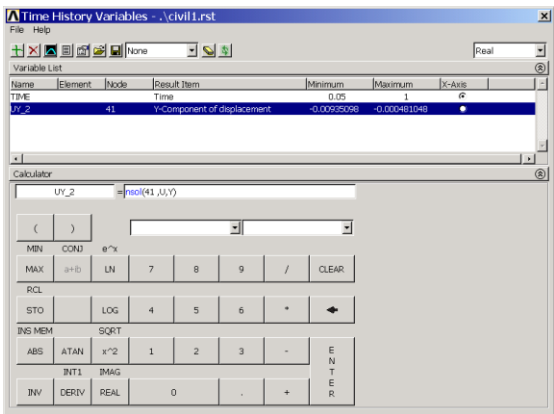

图7.4 定义生成的变量
(6) 接着会回到【Time History Variables】对话框，如图 7.4 所示。从【Variable List】列表框中可以看到已经定义了一个新的变量 UY\_2，其中存储的是节点 41 的 Y 方向位移。重复以上步骤可以继续定义变量，默认情况下可定义 10 个变量。
（1）在图 7.4 的【Time History Variables】对话框中，选中变量【UY\_2】，然后单击  按钮，将弹出如图 7.6 所示的对话框。